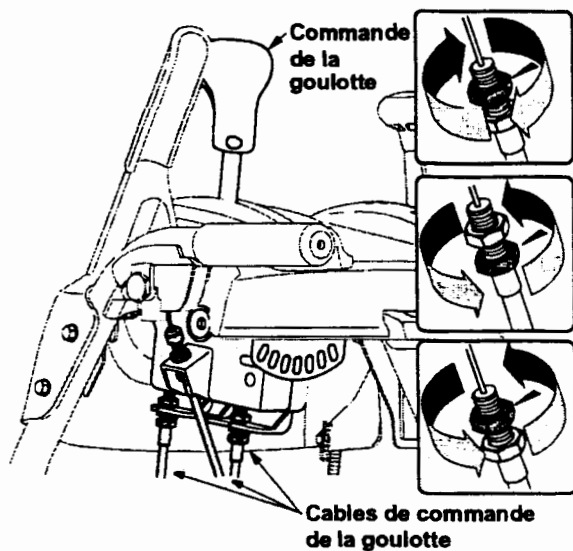

Figure 27
2. Ajustez également des deux côtés en réglant les deux câbles de chaque pair. Voir la Figure 27.